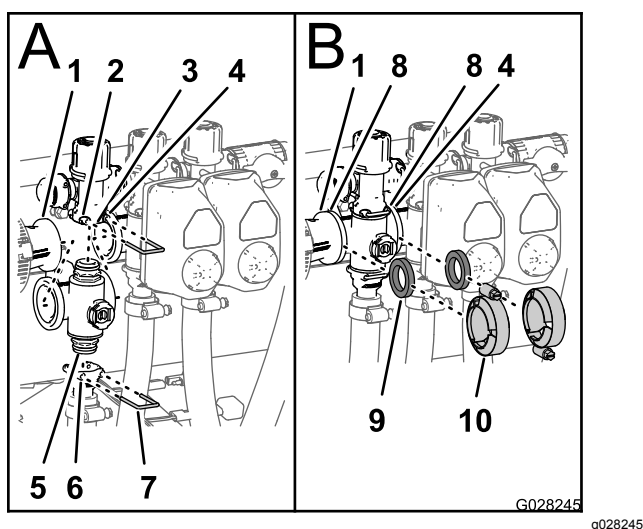

Bild 104
1. Setzen Sie das obere Endkappen-Anschlussstück des Verteilerventils in das Anschlussstück des Sicherheitsventils ein (A von Bild 104).
2. Stecken Sie einen Halter in den Sockel des Anschlussstückes des Sicherheitsventils, um das Endkappen-Anschlussstück am Anschlussstück des Sicherheitsventils zu befestigen (A von Bild 104).
3. Montieren Sie das Auslaufanschlussstück am unteren Endkappen-Anschlussstück des Verteilerventils (A von Bild 104).
4. Stecken Sie einen Halter in den Sockel des Auslaufanschlussstückes, um das Endkappen-Anschlussstück am Auslaufanschlussstück zu befestigen (A von Bild 104).
5. Fluchten Sie eine Dichtung zwischen den Flanschen der Reduzierkuppung und dem Abschnittventilverteiler aus (B in Bild 104).
6. Montieren Sie die Reduzierkuppung, die Dichtung und den Abschnittventilverteiler mit einer Klemme und ziehen sie mit der Hand an (B von Bild 104).
7. Fluchten Sie für den Einbau der zwei ganz links gelegenen Abschnittventile eine Dichtung zwischen den Flanschen der zwei danebenliegenden Abschnittventilverteiler aus (B in Bild 104).
8. Montieren Sie die zwei danebenliegenden Abschnittventilverteiler und eine Dichtung mit einer Klemme und ziehen sie mit der Hand an (B von Bild 104).